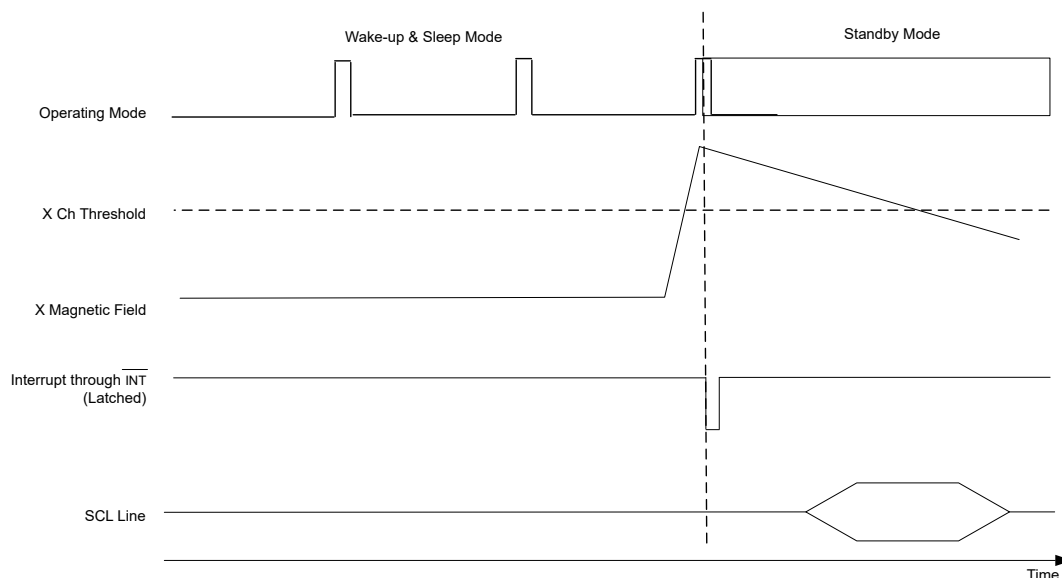

図 7-11. バックアップ バッテリ使用時のウェークアップおよびスリープ モード動作
- スレッシュホールド検出が発生しても、 $\overline{\text{INT}}$  信号は Low にアサートされ、マイコンはウェークアップされます。 $\overline{\text{INT}}$  が Low になると、16 ビットの T、X、Y、Z レジスタを一つの読み取りコマンドで読み取ります (図 7-11 を参照)。